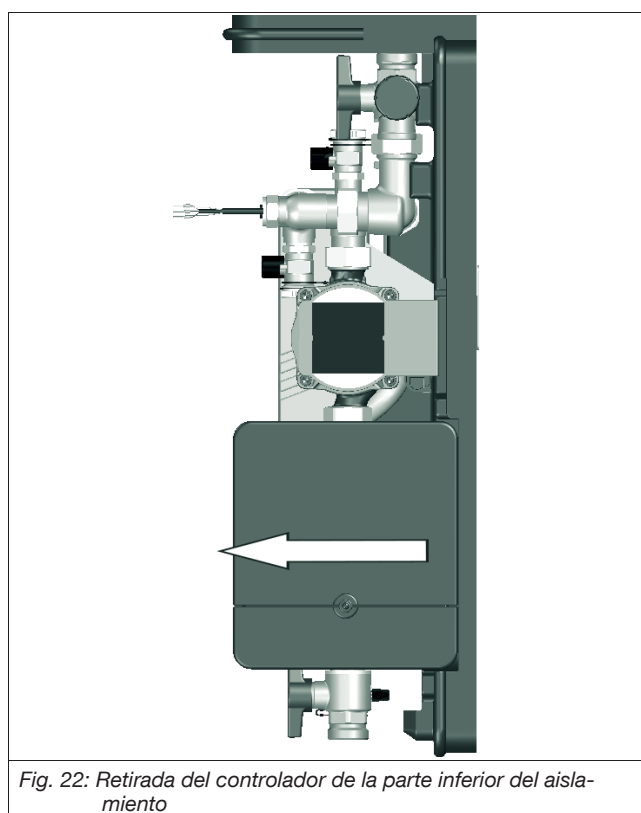

Fig. 22: Retirada del controlador de la parte inferior del aislamiento
1. Retire cuidadosamente el controlador de la parte inferior del aislamiento como se muestra en Fig. 22
- Coloque de vuelta el controlador de posición de instalación a posición de funcionamiento (ver Fig. 22 en página 30).